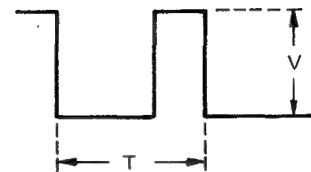

Abb. 8-13
2. Mit dem Oszilloskop (Selbsttriggerung) AK, Stift 7 beobachten, sicherstellen, daß $T = 20 \text{ msec}$ und $V = 5,5 \pm 0,5V$ beträgt (siehe Abb. 8-13).
3. Die Betriebsart VS-FF wählen und sicherstellen, daß $T = 19,23 \text{ msec}$ und $V = 5,5 \pm 0,5V$ mit Wellenformbildung an AK, Stift 7 (siehe Abb. 8-13) vorliegt.
4. Die Betriebsart VS-REW wählen und sicherstellen, daß $T = 20,76 \text{ msec}$ und $V = 5,5 \pm 0,5V$ beträgt, mit Wellenformbildung an AK, Stift 7 (siehe Abb. 8-13).